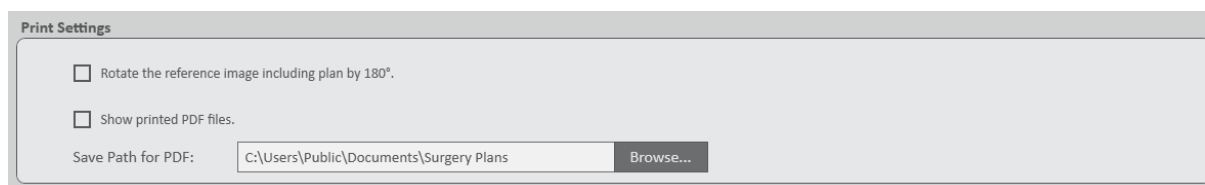

Рис. 46 Параметры приложения: настройки печати
- При использовании плана, связанного с изменениями настроек профиля, определенных во вкладке **Application** (Приложение), сообщения информируют об изменениях, которые эти настройки влекут за собой при открытии существующих пациентов и планов (рис. 46).